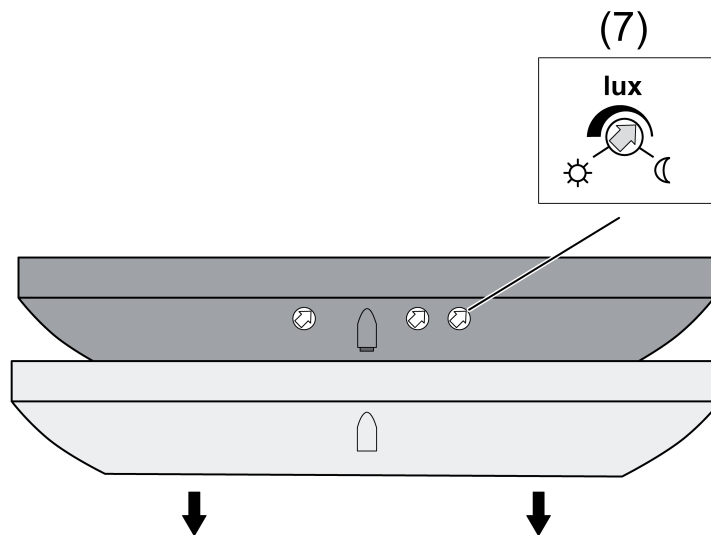

Figure 9: Sélecteur de luminosité
Lors du paramétrage du premier détecteur de présence dans le récepteur, le bouton de réglage de la luminosité (7) ne doit pas être placé sur le symbole lune (figure 9). Un détecteur de présence réglé de cette manière ne peut pas être paramétré en premier dans un récepteur.
- Régler la valeur de consigne de luminosité sur le détecteur de présence (7) de manière à ce que le niveau de luminosité obtenu dans la pièce corresponde à la luminosité souhaitée ou que la lumière s'allume (figure 9). La pièce doit éventuellement être obscurcie pour ce faire.
- Pour quitter le mode de test de la régulation de lumière, appuyer brièvement sur la touche (4) ou attendre env. 5 minutes.